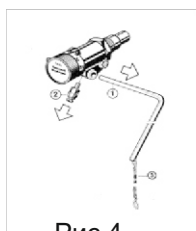
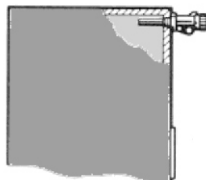

Рис.4
Рис.6
Установка: Рис. 4 снимите рычаг 1 и соединитель 2. Рис 5 Вертикальная установка. Рис. 6 горизонтальная установка. Вкрутите регулятор в котел в вертикальном либо горизонтальном положении. Установите рычаг 1 в обратной последовательности (см. рис.4), закрепите винтом соединитель 2 и отрегулируйте цепь 3.
- в случае горизонтальной установки (рис.6) используйте черные цифры.